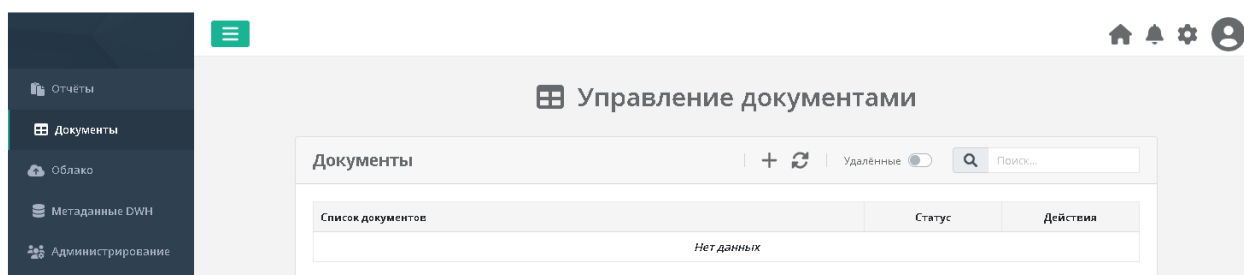

Рисунок 46. Управление документами
1) Для создания привязки документа необходимо перейти на страницу «Управление документами», используя пункт «Документы» в левом меню (Рисунок 46);